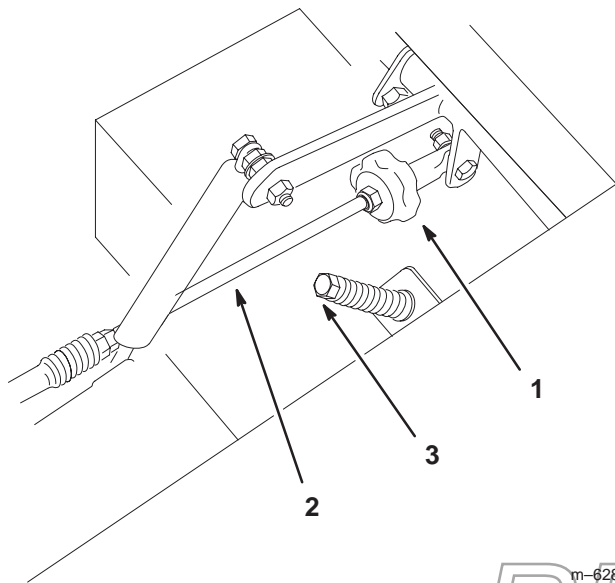

Figure 52
2. Réglez la longueur de la tige de pompe en tournant le bouton dans le sens voulu, jusqu'à ce que la roue soit immobilisée ou tourne légèrement en marche arrière (Fig. 52).